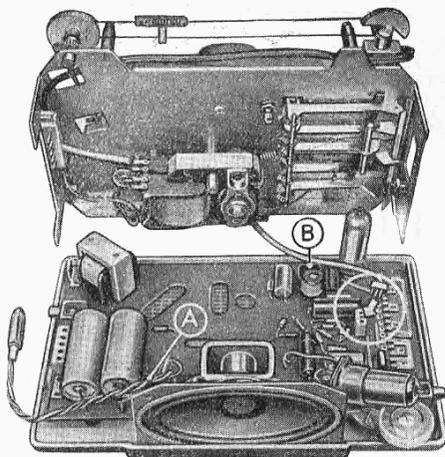

Fig. 5
**Taratura dell'indicatore di livello di registrazione.** - La resistenza semifissa « A » serve per la taratura dell'indicatore del livello di registrazione. Essa viene regolata in fabbrica in sede di collaudo e non è quindi necessario, normalmente, ritoccare la regolazione: nel caso però in cui, per sostituzione delle valvole o per altri motivi, le variazioni luminose fossero insufficienti od eccessive si operi come segue (fig. 5):